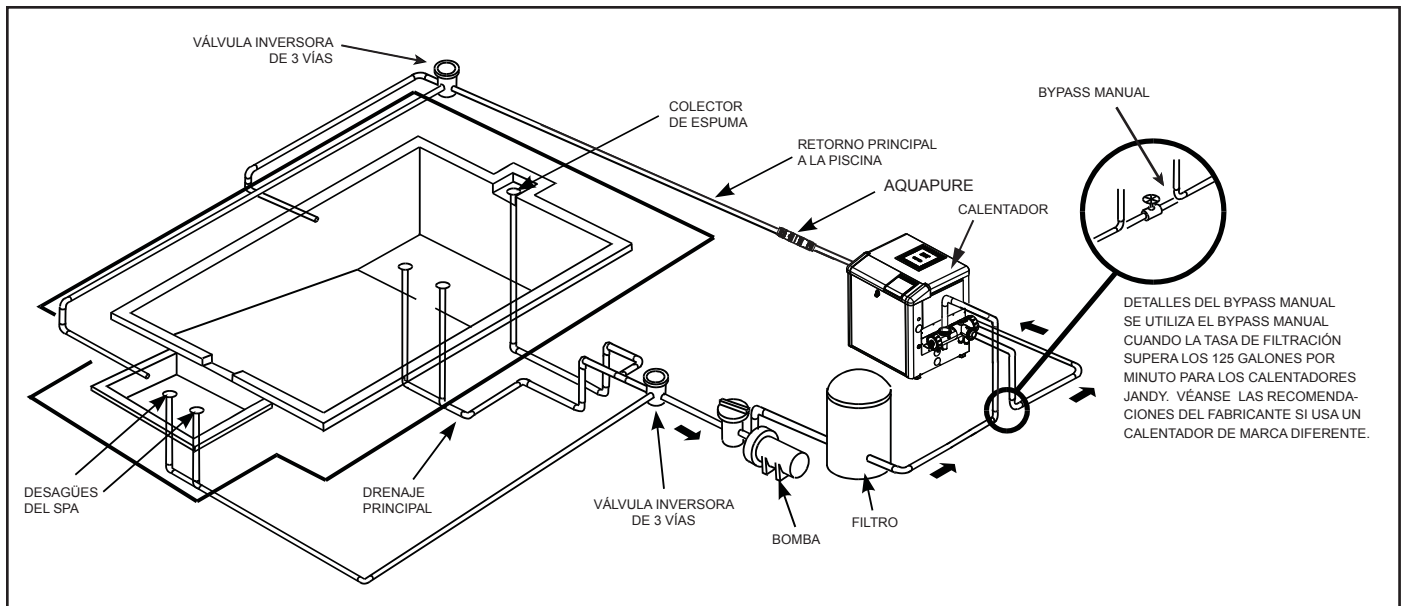

Figura 2. Instalación típica de tubería
1. Zodiac® recomienda que la bomba se instale a un (1) pie (30 cm) sobre el nivel del agua. Véase la Figura 2 de una instalación típica. La bomba no puede colocarse a más de tres (3) pies (1 m) por encima o por debajo del nivel del agua de la piscina.
- Las bombas de la serie ePump con SVRS deben conectarse con al menos dos (2) bocas de succión hidráulicamente balanceadas para cada línea de succión de la bomba. Consulte la Figura 2. Cada desagüe debe estar provisto de tapas que cumplan con la última edición publicada de la norma ANSI®/ASME® A112.19.8 o norma sucesora ANSI/APSP-16. Las bocas de succión deben colocarse al menos a tres (3) pies (1 m) de distancia o en diferentes planos. Las bocas de succión pueden ser un drenaje y una espumadera, dos (2) desagües, dos (2) espumaderas, o una espumadera con una línea de igualación instalada. Para detalles y directrices adicionales, véase las normas ANSI / APSP 7, el estándar para evitar atrapamiento por succión en las piscinas, piscinas para niños, spas, jacuzzis, y sumideros. Compruebe los códigos locales los requisitos de una instalación correcta. Todos los códigos locales tendrán prioridad sobre otros códigos.